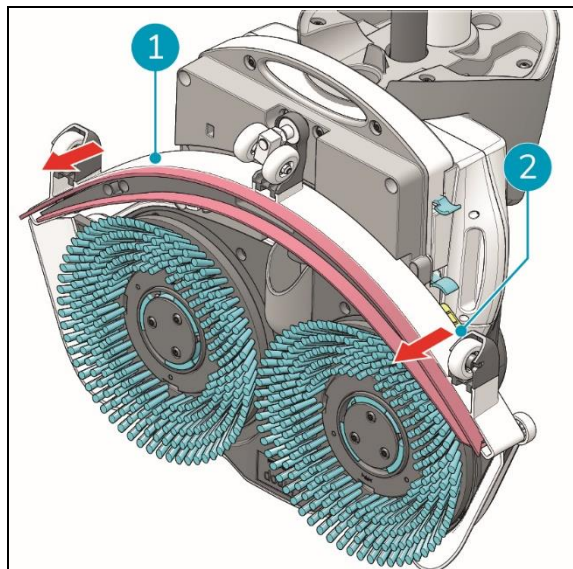

Figura 29
3. Puxe o lado esquerdo do rodo para o retirar (Figura 29, pos. 1).
4. Puxe o lado direito do rodo para o retirar (Figura 29, pos. 2).